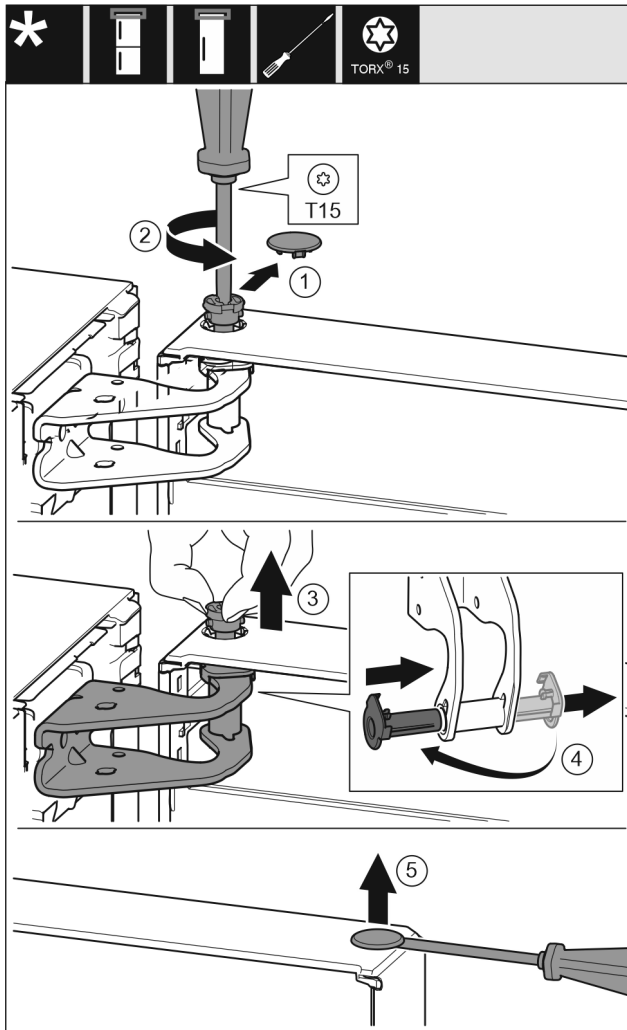

Fig. 9
- ▶ Noņemiet uzmanīgi aiztura pārsegu. Fig. 9 (1)
- ▶ Izskrūvējiet mazliet ar skrūvgriezi T15 tapu. Fig. 9 (2)
- ▶ Noturiet durvis un izskrūvējiet tapu ar pirkstiem. Fig. 9 (3)
- ▶ Izvelciet gultņa ieliktni no vadotnes. Ievietojiet un nofiksējiet no otras puses. Fig. 9 (4)
- ▶ Paceliet uzmanīgi ar plakano skrūvgriezi un izvelciet ārā aizbāzni no durvju gultņa ieliktna. Fig. 9 (5)